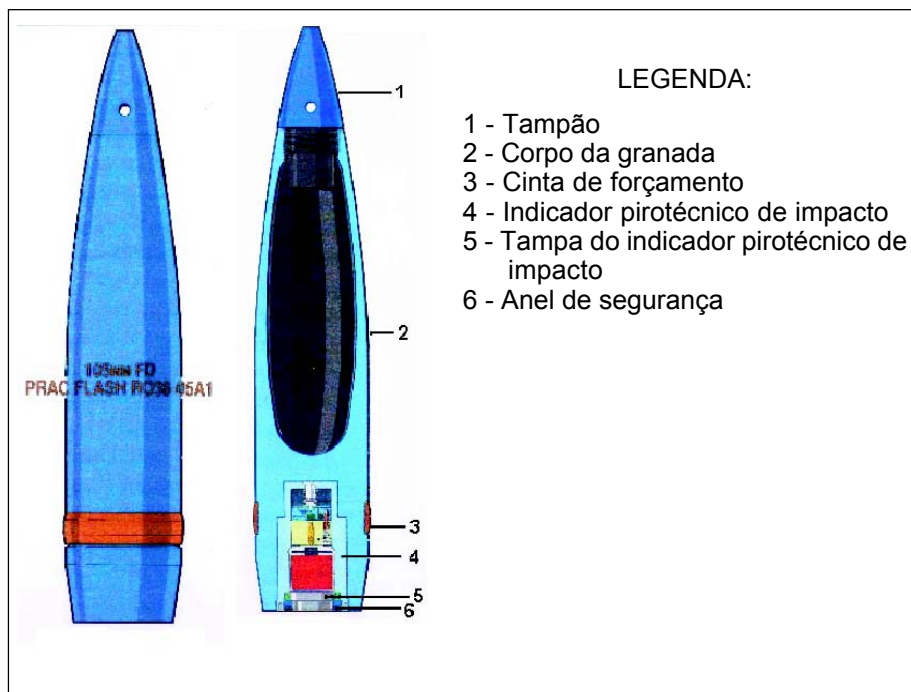

Fig 10-6. Granada 105 mm, exercício (PRAC FLASH RO38-05A1)
e. Granada 105 mm, de Exercício (PRAC FLASH RO38-05A1) (Fig 10-6)